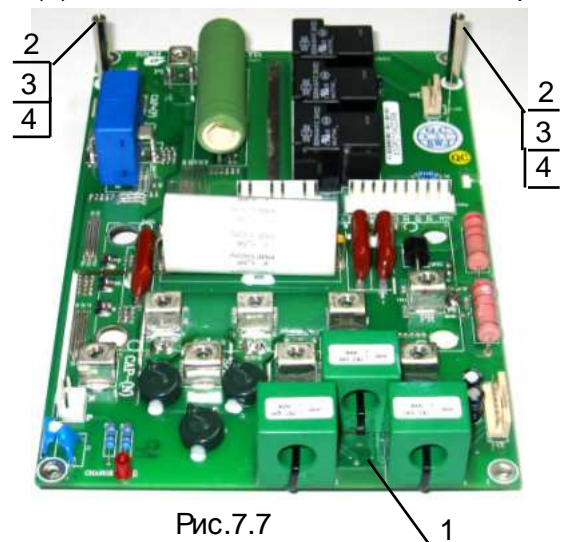

Рис.7.7
7.4.4. Установить на плату модуля IGBT (1) стойки (2) (рис.7.7) и закрепить их гайками (4) с обратной стороны платы модуля IGBT (4). Под гайки подложить шайбы - гровер (3).